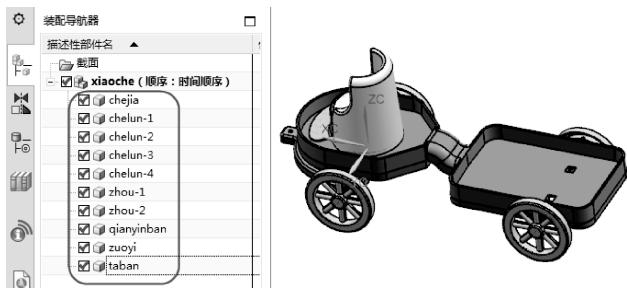

图 7-24 自顶向下装配设计结果
- 05 同理，在【装配】选项卡中单击【新建组件】按钮，接着创建新组件文件，并为其添加对象。最终，按此方法完成模型中其余组件的创建，在装配导航器中可查看总装配文件创建完成的结果，如图 7-24 所示。